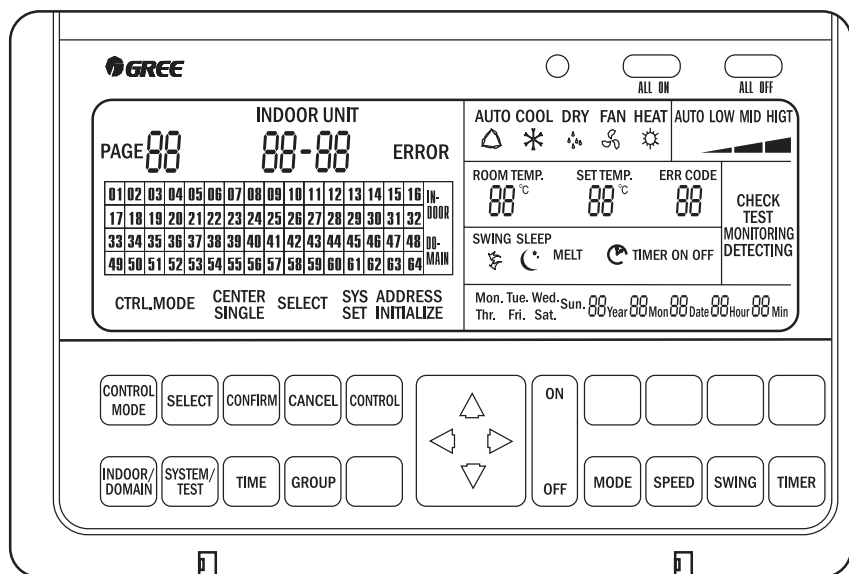

Рис. 3.1 – Панель индикации и кнопочный интерфейс пульта ZJ7011
3.1 На Рис. 3.1 показан общий вид панели индикации и кнопочного интерфейса